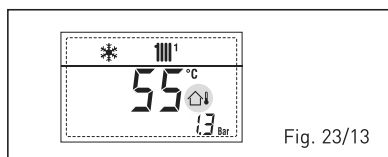

Fig. 23/13
- **INTERVENCIÓN TERMOSTATO DE SEGURIDAD PRIMERA ZONA MEZCLADA “ALL 20” (fig. 23/14)**